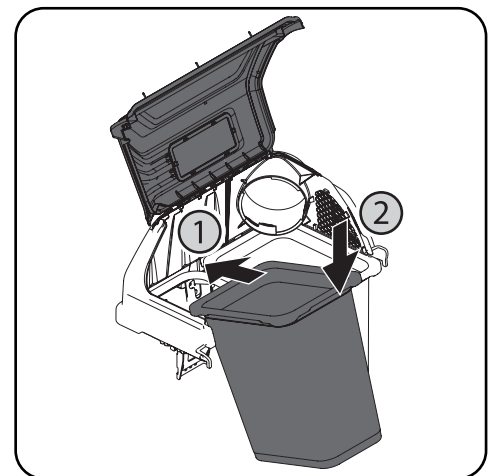

Figure 4-17
5. Glissez la broche dans l'orifice de l'onglet de fixation, comme illustré à la Figure 4-17. Servez-vous des fenêtres de découpe (reportez-vous à l'encadré de la Figure 4-17) pour aligner la broche de l'autre côté et enfoncez-la complètement, jusqu'à ce qu'elle atteigne la butée. À cette étape, la broche s'enclenche en place et est fixée à l'aide de l'onglet qui se trouve dans le couvercle de l'ensacheuse.